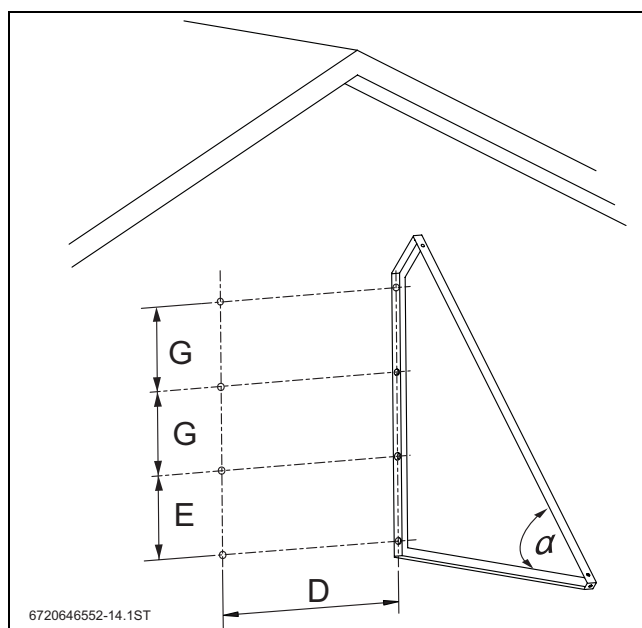

Bild 22 Positionen der Bohrlöcher für die Winkelrahmen
- ▶ Positionen der Bohrlöcher auf die Fassade übertragen (→ Bild 22, Tabelle 14).